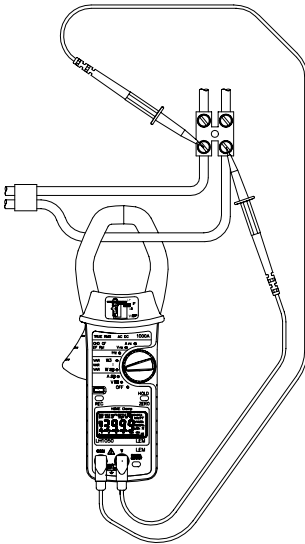

Fig. 4
- Appuyer sur la poignée pour ouvrir les mâchoires puis placer la pince autour du conducteur de courant, comme illustré dans la Fig. 4.
- Lorsqu'il est configuré pour mesurer la puissance (Fig. 4) avec les câbles de tension connectés et la pince autour du conducteur, l'instrument affiche la fréquence de la source de courant (si ARMS > 1A). Si la ARMS < 1A, une mesure de la fréquence de tension est effectuée (si VRMS > 10V) ; autrement, ---. est affiché.